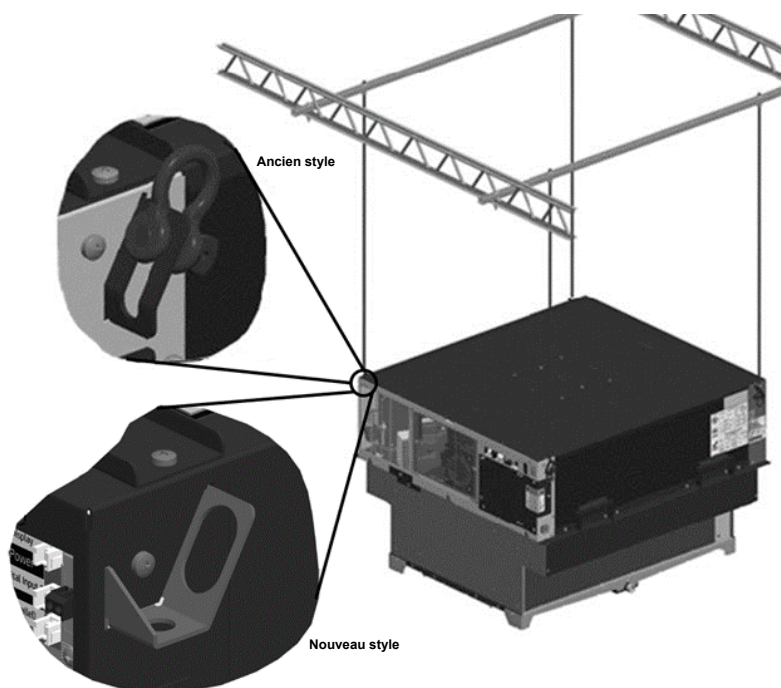
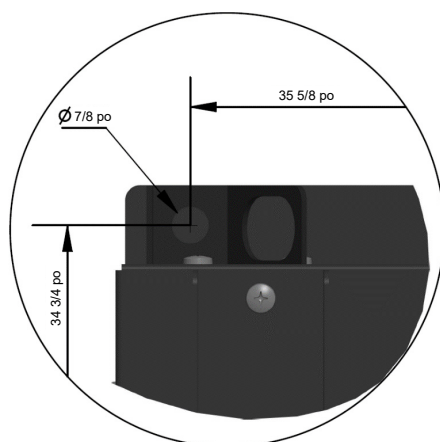

Figure 11 – Exemple d'appareil suspendu
Figure 12 – Motif des trous de suspension pour le nouveau style
- Suspendu/Accroché – Dans cette configuration, l'appareil est suspendu par une structure au-dessus de la chambre froide équipée de tiges de suspension et fixée dans les œilletons de suspension. Un exemple de suspension de l'appareil est donné dans la Figure 11. La structure de montage et la trousse de suspension par tiges ne sont pas incluses avec le produit. Motif des trous de suspension pour le nouveau style en taille 34 3/4 po sur 35 5/8 po (voir la Figure 12).
Les appareils Krack comprennent aussi des garnitures à installer sur le plafond, à l'intérieur de la chambre froide indiquée à la Figure 11. Les garnitures sont incluses dans l'emballage à côté des autres pièces détachées. Des vis de fixation ne sont pas fournies. Il est recommandé d'utiliser : des vis autotaraudeuses de 5/32 po pour cette installation.